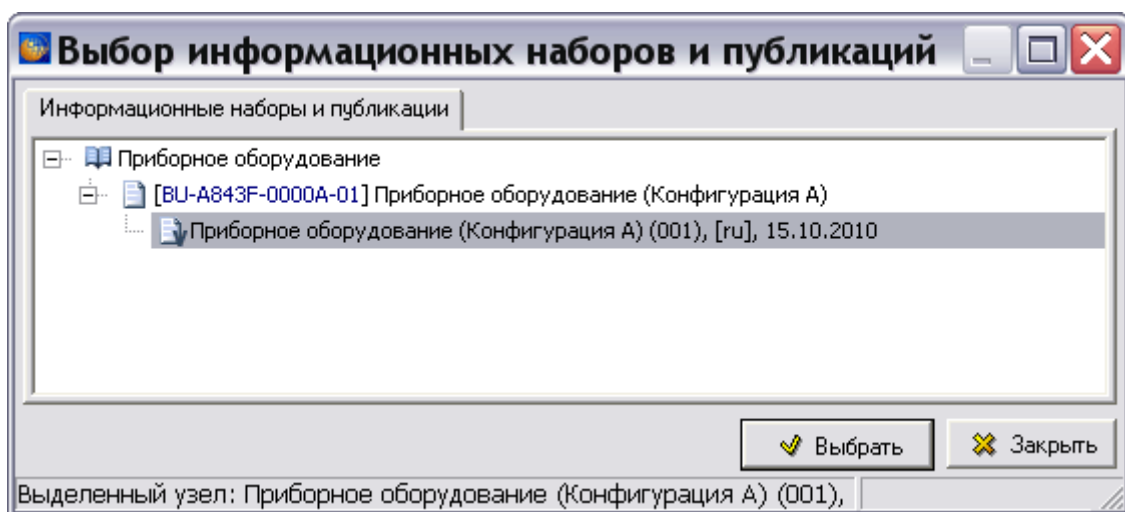

Рис. 8.144
3. В появившемся диалоговом окне **Выбор информационных наборов и публикаций** выделите версию публикации (Рис. 8.144).